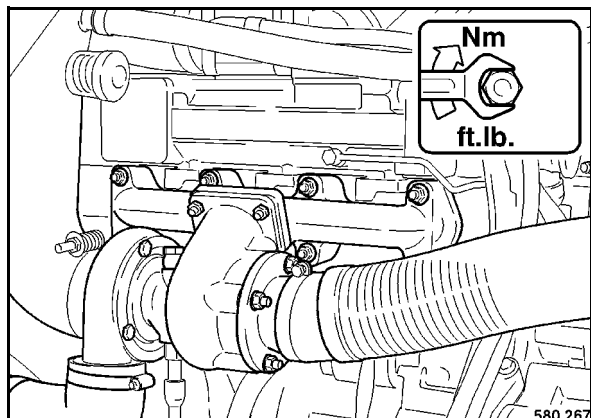

Fig. 164
- Reapretar las fijaciones del tubo de aspiración y de escape (Fig. 164) en las culatas.